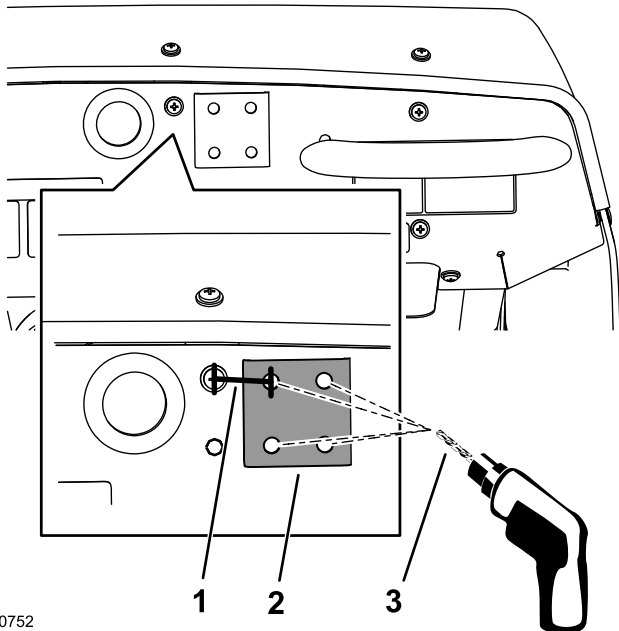

Bild 157
1. Suchen Sie am Armaturenbrett der Maschine die Armaturenbrettschraube rechts von der Lochscheibe im Armaturenbrett (Bild 157).
2. Messen Sie rechts von der Schraubenmitte 33,3 mm und ziehen Sie mit einem Bleistift an der Stelle eine vertikale Linie (Bild 157).
5. Bohren Sie an der Stanzmarkierung mit einem 8 mm Bohrer ein Loch in das Armaturenbrett (Bild 157).
7. Fluchten Sie die Verstärkungsplatte horizontal mit der Oberseite des Armaturenbretts aus, verwenden Sie die Verstärkungsplatte als Schablone und bohren die drei restlichen Löcher in das Armaturenbrett (Bild 157).